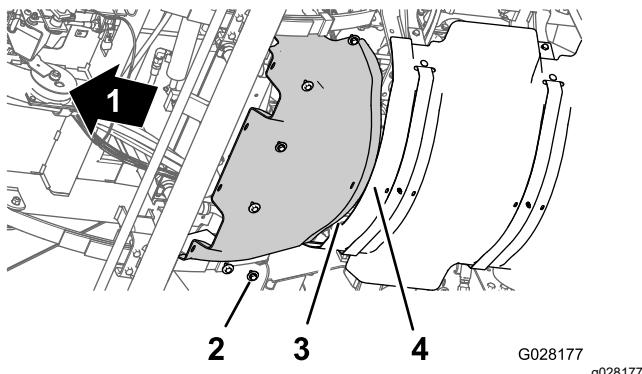

Bild 66
1. Fliegen Sie den hinteren Flansch des vorderen Wärmeschutzblechs über dem vorderen Flansch des hinteren Wärmeschutzblechs aus (Bild 66).
2. Fliegen Sie die Löcher im vorderen Wärmeschutzblech mit den Gewindelöchern im Chassis aus (Bild 66).
3. Befestigen Sie das vordere Wärmeschutzblech mit den sechs Sechskantschrauben und sechs Scheiben (Bild 66), die Sie in Schritt 3 von Entfernen des vorderen Wärmeschutzblechs (Seite 55) entfernt haben, an der Maschine.